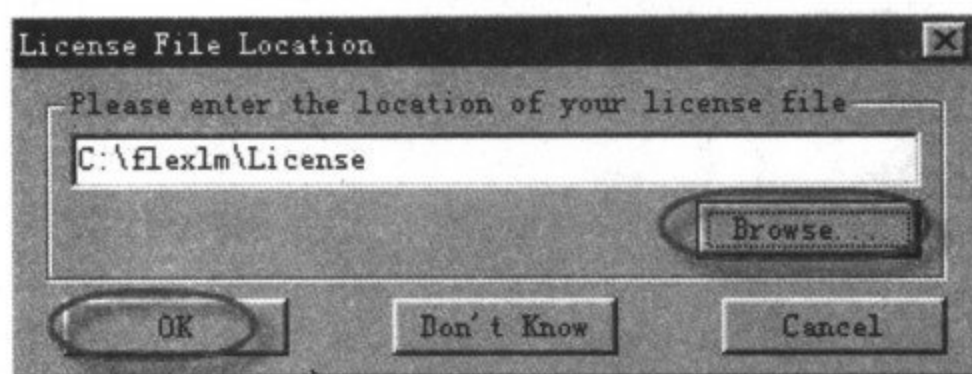

图 3-61 选择许可证存放的位置
(9) 选择许可证存放位置, 点击“OK”, 如图 3-61 所示, 至此, 程序安装全部完成。